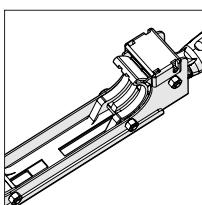

Fig. 9
- Gire el tornillo de ajuste (**Fig. 9**) en sentido de las agujas del reloj para aumentar la presión de sujeción. Gire el tornillo en sentido contrario a las agujas del reloj para disminuir la presión de sujeción.